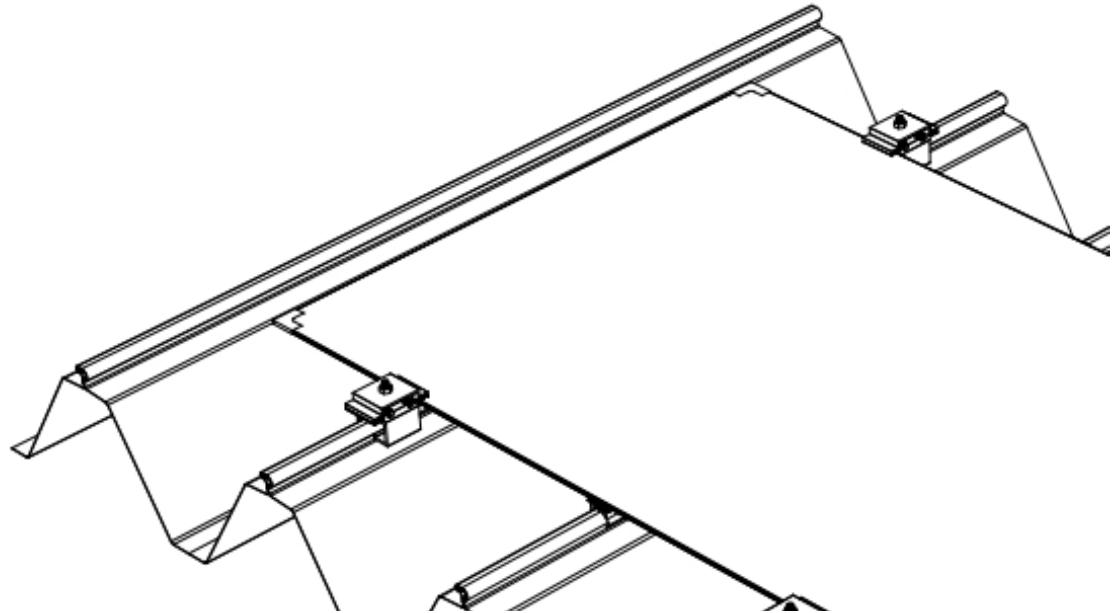

図 10
- 横向の 2列目のクランプベースにクランプカバーを取り付け、M8 ナットワッシャーで締め付けてください (図 10)。